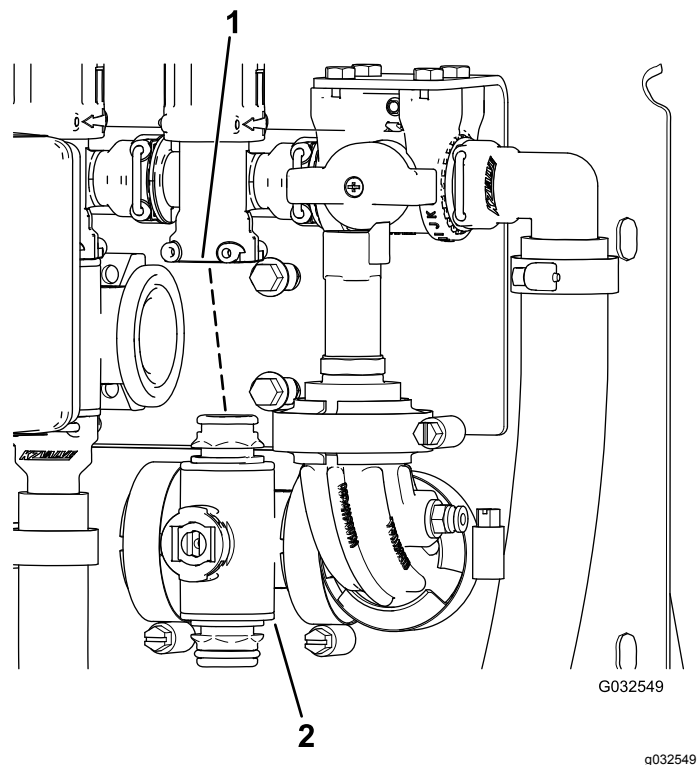

図 101
3. 機体から個別ブームマニホールドを取り外す 図 101。